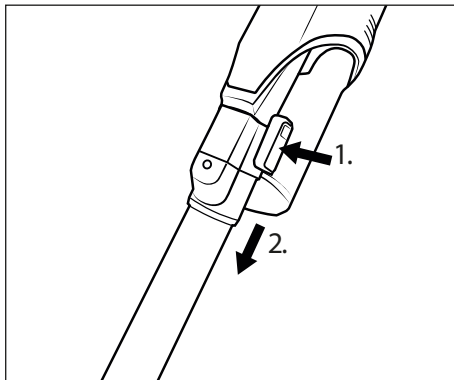

Fig. 11
- ◆ Para desmontar el tubo de aspiración 24 del aparato, mantenga pulsado el botón de desencastre del tubo de aspiración 25 y tire del tubo de aspiración 24 para extraerlo del orificio de aspiración del aparato (consulte la fig. 11).